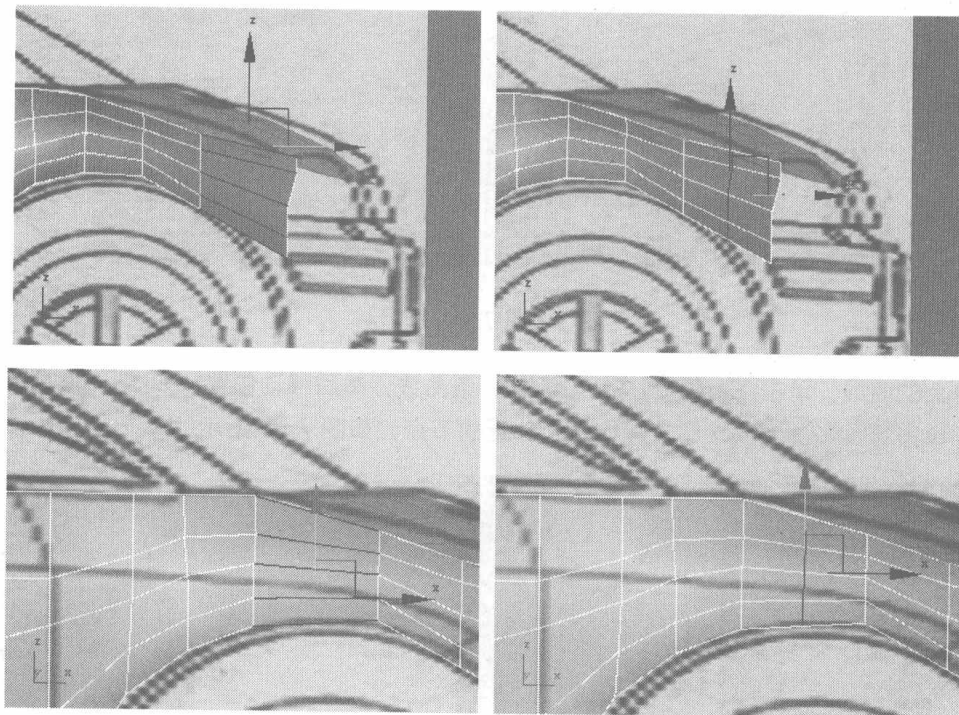
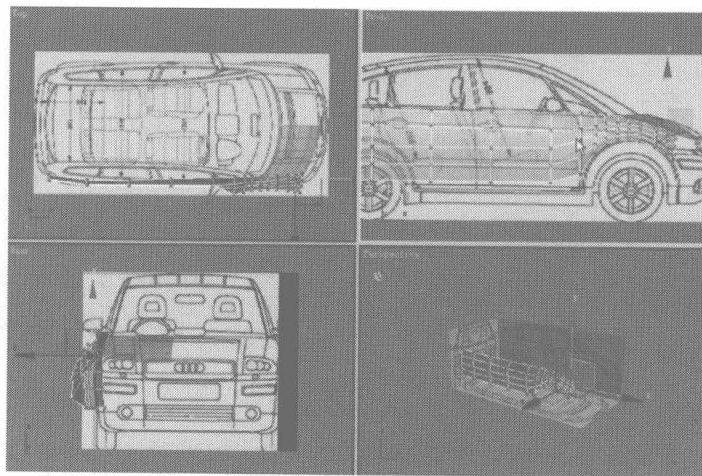

图 7.30
图 7.31
- 12** 选择车身前端的曲线，单击 **Connect** 按钮，添加一条曲线，如图 7.30 所示。对照图 7.31 中的位置，调整节点的位置。